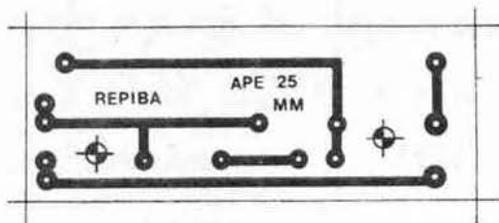

Fig. 2
- **FIG. 2** - Lay out do Circuito Impresso específico, lado cobreado. O padrão é muito simples e mesmo um principiante não encontrará dificuldades na sua confecção. Em todo o caso, quem for "preguiçoso" (ou não tiver o material necessário à confecção...) pode recorrer ao prático sistema de KITS completos, adquiríveis pelo Correio (ver Cupom/Anúnc-